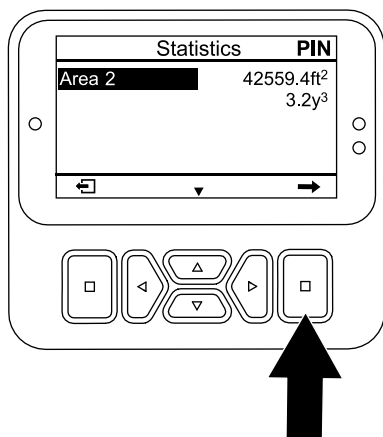

Bild 100
2. Drücken Sie im Bildschirm STATISTIK die Taste „nach unten“, bis die Option BEREICH 2 ausgewählt ist (Bild 100).